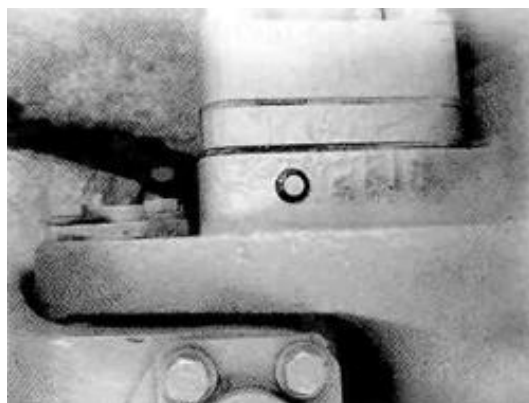

Рис. 6-14
11. Смазать шаровое соединение рычага наклона (см. Рис. 6-14) 4 части